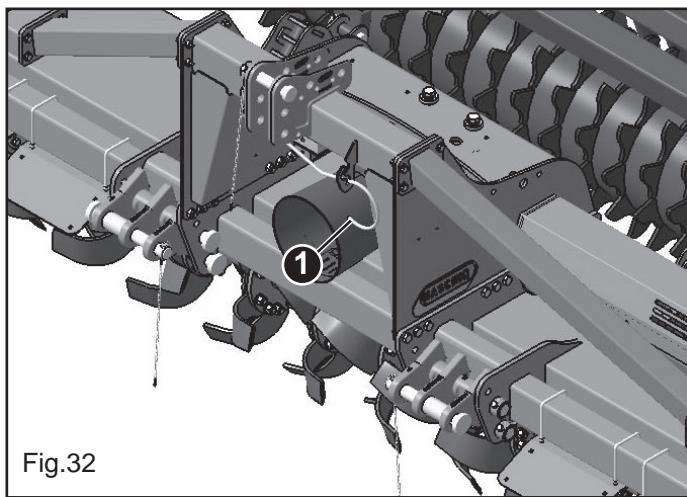

Fig.32
- Supportare l'albero cardanico con l'apposito sostegno (1 Fig.32). La Ditta Costruttrice fornisce a richiesta supporti e tabelle per segnalazione ingombro.